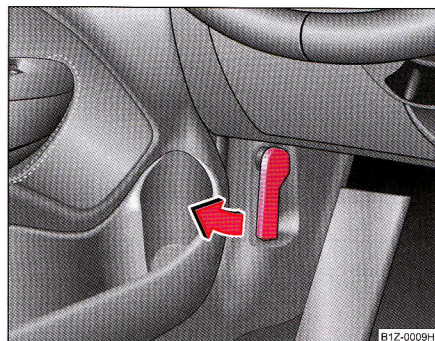

Fig. 189 Maneta de deblocare a capotei motorului
- Trageți maneta de deblocare de sub bord, pe partea conducătorului ⇒ fig. 189.
- Deblocați capota motorului ⇒ **pagina 248, fig. 189.**